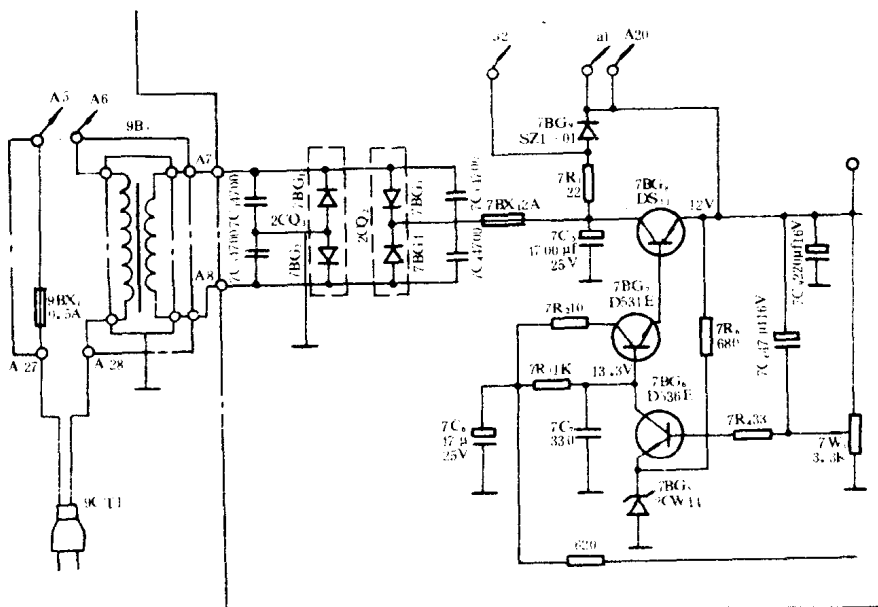

图 1-3
1. 检查保险管。将7BX1 (见图1-3) 取下, 测量其已为断路状态, 说明电源变压器和整流滤波电路有故障。
2. 检查整流滤波电路。检查 7BX1（见图 1-3）正常，说明 7BX1 以后的电路无故障。检查四只整流二极管，发现 7BG2 正反向电阻均为 0 Ω，说明 7BG2 已经损坏，用 1N4003 更换后开机试验，光栅图像和伴音正常。
2. 检查稳压电路。测量7BG8发射极对地电压为0V（正常值为11.8V），说明稳压电路没有正常工作。检查7BG8各结正反向电阻均正常，检查7BG7等也是好的。当检查7R1时，发现其阻值由22Ω变大为17.8kΩ。7R1和7BG9（见图1-3）为启动电路元件，当7R1和7BG9有一个损坏，均会使稳压电路不能启动，故无11.8V电压输出。更换一只22Ω电阻后，电视机恢复正常。